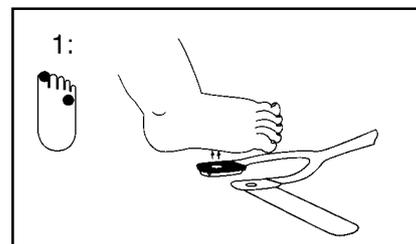

Abb. 27 Sensorpositionierung
- 1 Öffnen Sie die Verpackung und entnehmen Sie den Sensor. Halten Sie den Sensor am Stiel des "Y" und entfernen Sie die Schutzfolie vom Sensor und vom Pflaster. Richten Sie das Ende des Sensors (Kontakte) so aus, dass es vom Patienten wegweist. Richten Sie den Empfänger an der vierten Zehe aus und drücken Sie ihn an die Fußsohle an (Abb. 27).